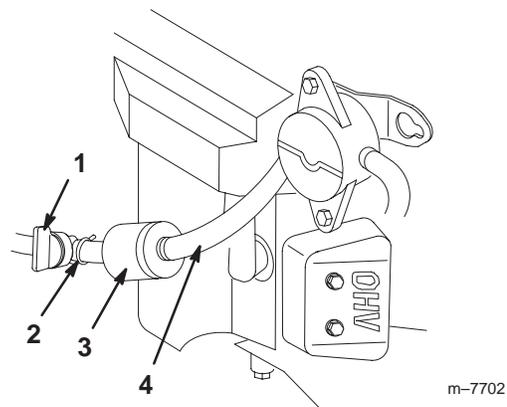

Bild 41
5. Drücken Sie die Enden der Schlauchklemmen zusammen und schieben Sie sie vom Filter weg (Bild 41).
7. Setzen Sie einen neuen Filter ein und schieben Sie die Schlauchklemmen an den Filter heran (Bild 41).
3. Schließen Sie den Kraftstoffhahn (Bild 41).
4. Lockern Sie die Schlauchklemme am Kraftstofffilter und schieben Sie sie an der Kraftstoffleitung weg vom Kraftstofffilter (Bild 41).
5. Schließen Sie die Kraftstoffleitung vom Kraftstofffilter ab (Bild 41).
Hinweis: Lassen Sie das Benzin in einen Benzinkanister oder eine Auffangwanne ablaufen (Bild 41).
7. Bringen Sie die Kraftstoffleitung am -filter an. Schieben Sie die Schlauchklemme ganz an den Kraftstofffilter heran, um die Kraftstoffleitung zu befestigen (Bild 41).